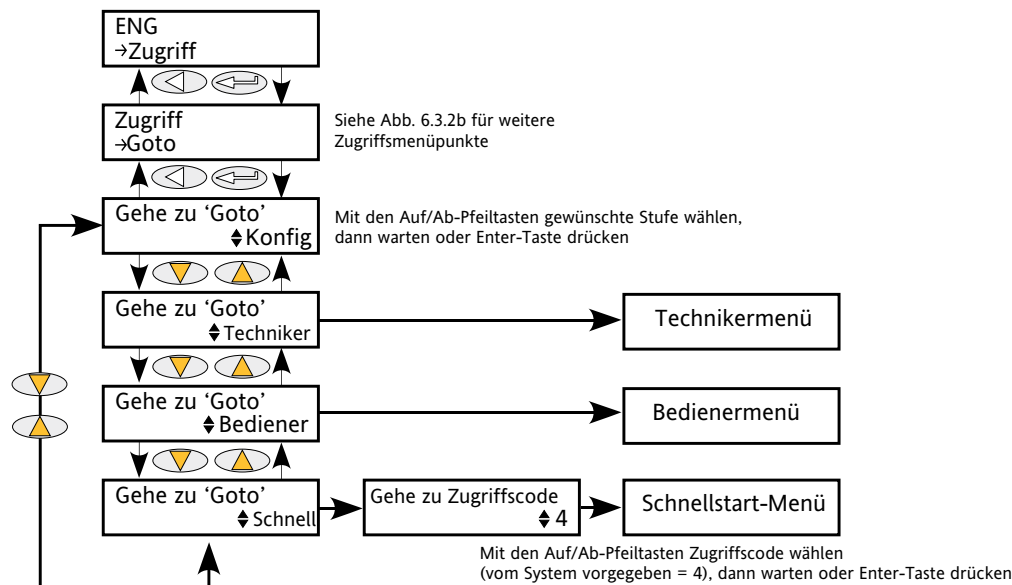

Abbildung 6.3.2a GoTo-Menü
1. Verlassen des Konfigurationsmenüs, um mit 'GoTo' auf eine andere Zugriffsebene zu wechseln. Bediener- und Technikermenüs erfordern keine Passwörter, da ihre Sicherheitsstufe geringer ist als die des Konfigurationsmenüs. (Abbildung 6.3.2a zeigt die Menüstruktur.)